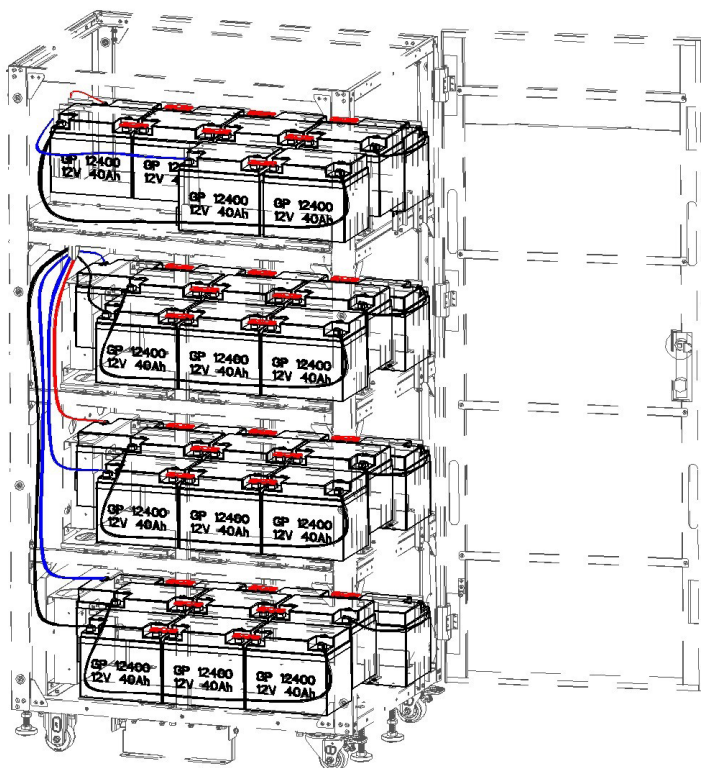

Figure 5-52A
13. Connecter les câbles de la batterie 1+ à la barre en cuivre BAT+, de la batterie 10- à la barre en cuivre BAT N, de la batterie 11+ à la barre en cuivre BAT N, de la batterie 20- à la barre en cuivre BAT- et les câbles de connexion de la couche (Figures 5-52A et 5-52B).